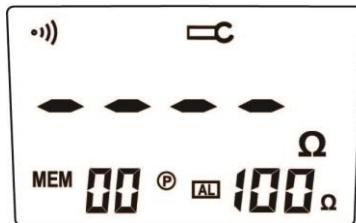
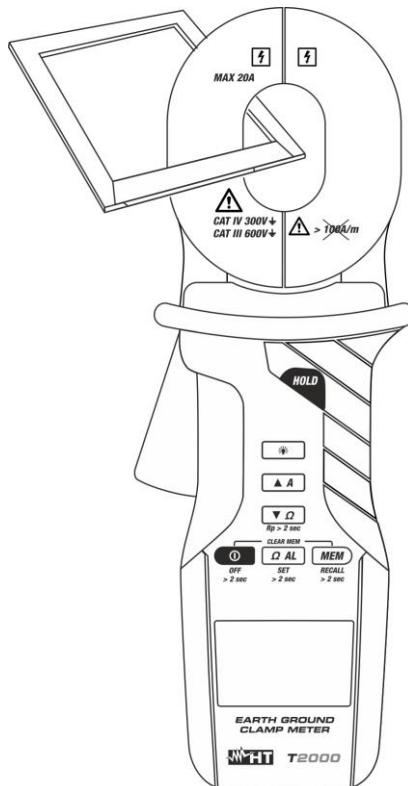

Fig. 7
Fig. 8: Medição de resistências do circuito de teste
- Abrir o toroide (no display será apresentado o ecrã da Fig. 7) e inserir um dos anéis de teste fornecido (ver a Fig. 8).
- Abrir o toroide suavemente (no display será apresentado o ecrã da Fig. 7) e inserir o dispersor a medir e ler o resultado no display.